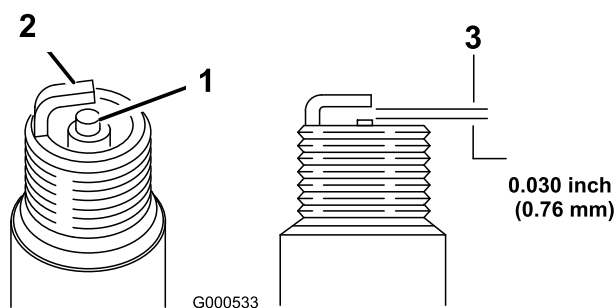

Figura 28
5. Fije el hueco entre los electrodos en 0,76 mm (0,030 pulg.) (Figura 28).